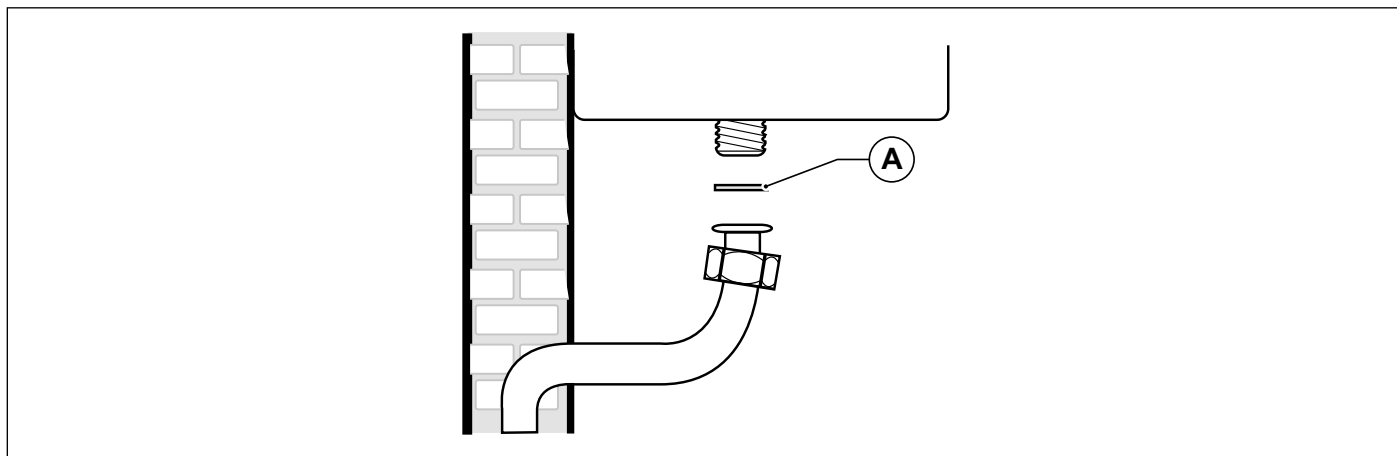

Fig. 22 Racordare la rețeaua de gaz
Pentru a conecta racordul de gaz al centralei termice la țevele de alimentare, este **OBLIGATORIU** să interpuneți o garnitură de etanșare (A) de mărime și din material adecvat (vezi Fig. 22 Racordare la rețeaua de gaz).